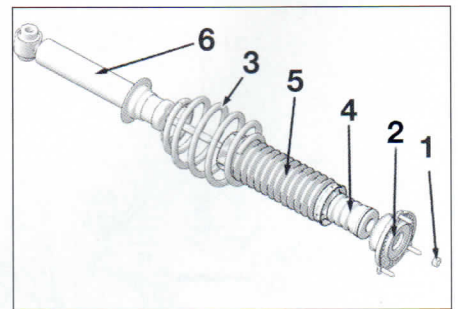

FIG. 4
- la tuerca (1) (**fig. 4**), bloqueando la rotación de la varilla de amortiguador con una llave fija de 6.
- la copela (2).
- Descomprimir y separar el muelle (3).
- el tope (4).
- el fuelle de protección (5).
- sacar del tornillo de banco el amortiguador (6).